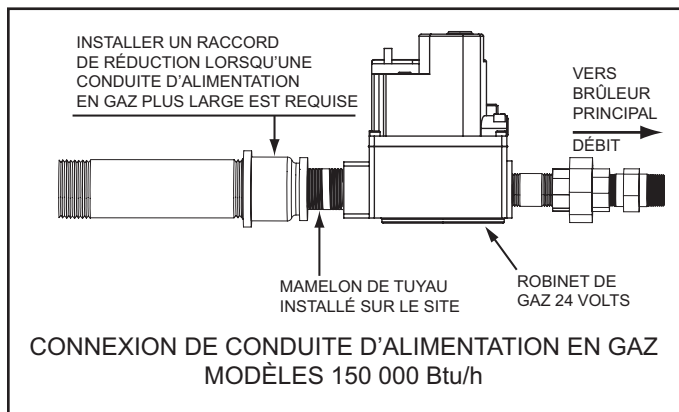

Figure 53
2. En fonction de la longueur équivalente développée et/ou du nombre d'appareils connectés à une canalisation maîtresse commune, la dimension de la conduite de gaz d'alimentation aura peut-être besoin d'être augmentée, voir la section Dimensionnement de conduite de gaz à la page 39. Si la conduite de gaz d'alimentation doit être redimensionnée plus large pour s'adapter aux longueurs de conduite de gaz d'alimentation accrues ou des appareils multiples, utiliser des raccords de réduction et des mamelons de tuyaux courts pour prolonger la conduite de gaz d'alimentation comme l'indique la Figure 53.